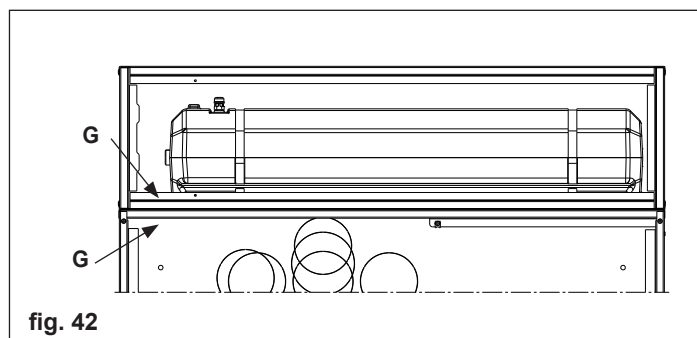

fig. 42
- Verificare che siano state eliminate le pretranciature (G - fig. 42) per il passaggio dei tubi dall'estensione accumulo inerziale (lato inferiore sinistro) e dal box (lato superiore sinistro)